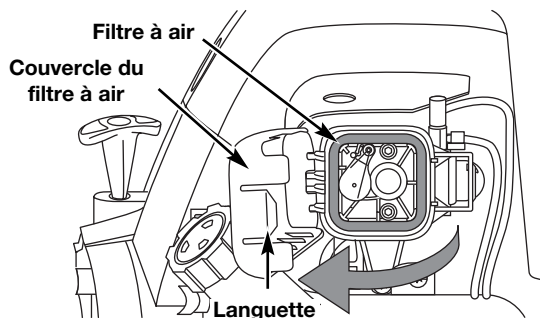

Fig. 23
1. Ouvrez le couvercle du filtre à air. Enfoncez la languette à droite du couvercle, tirez celui-ci vers vous puis vers la gauche (Fig. 23).
2. Retirez le filtre à air (Fig. 23).